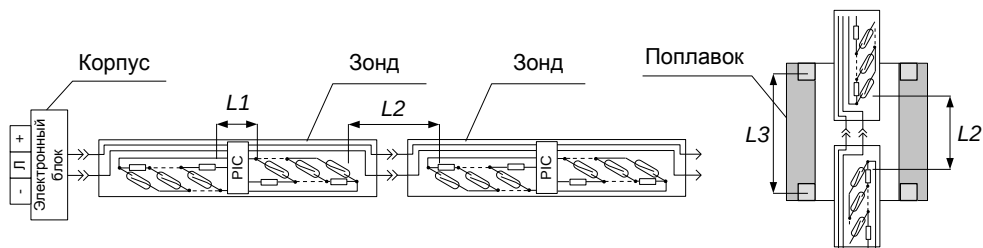

Рисунок 1
2.1.1.1 Принцип измерения уровня ПМП основан на применении герконов, изменяющих свое состояние (замкнут/разомкнут) при воздействии магнитного поля. Магниты, расположенные в нижней и верхней части поплавка, магнитным полем воздействуют на герконы (магниточувствительные контакты), находящиеся в зондах. Поплавок перемещается по направляющей вместе с изменяющимся уровнем жидкости, и своими магнитами вызывает замыкание герконов. Непрерывность измерения с шагом 5 мм достигается установкой герконов в ряд и соединением их через резисторы по схеме резистивного делителя напряжения, цепи которого подключены к плате PIC-контроллера (рисунок 1).